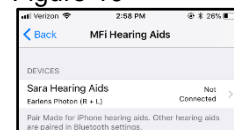

Figure 11
4. Une fois que les prothèses auditives ont été repérées, le prénom + la prothèse auditive et R+L\* s'affichent (Figure 11).